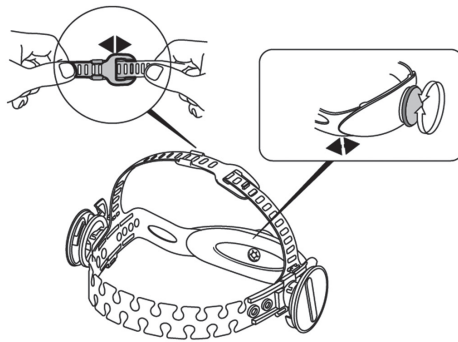

図1
1. 頭頂部の2本のバンドを左右にずらして調節することで、頭の大きさに対してヘッドバンドを調整することができます（図1）。
2. ヘッドバンド後部にあるラチェットノブを時計回りに回し、ヘッドバンドのサイズを調節して頭部にしっかりと固定します（図1）。緩めたい場合には、ラチェットノブを反時計回りに回します。ヘッドバンドは頭周囲50～64cmに対応しています。